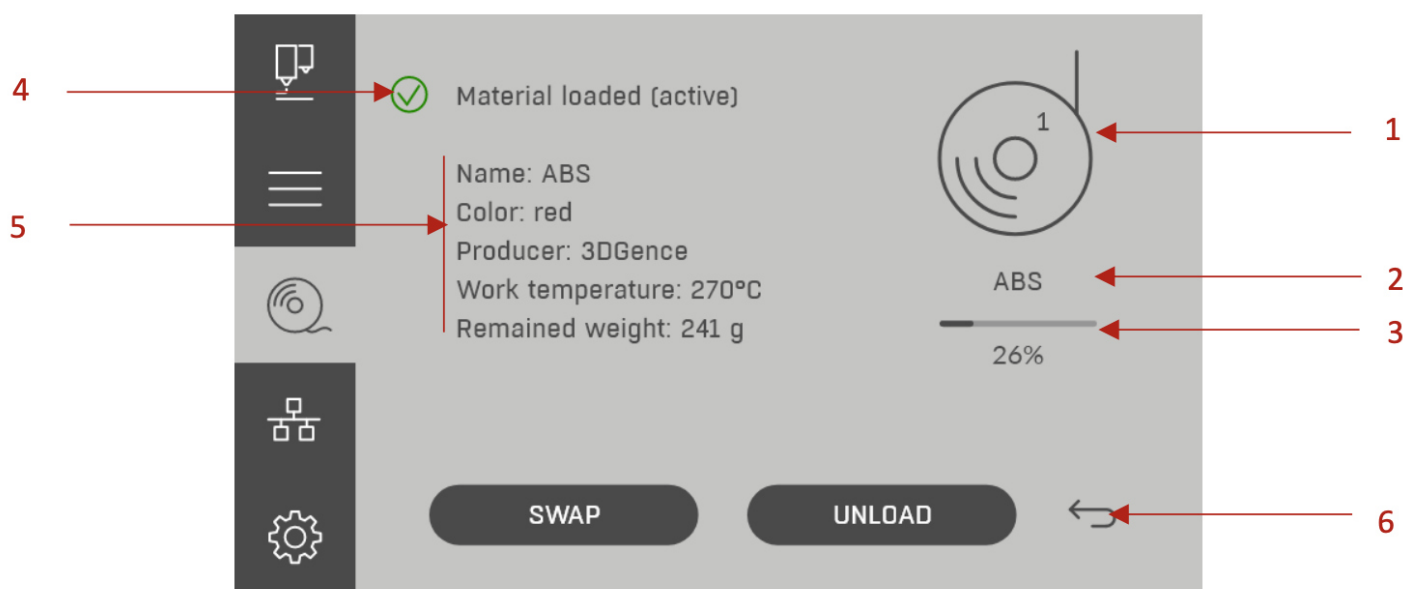

Рис. 37. Экран отсека для основного материала 1
1. Иконка отсека для основного материала 1: используется для доступа к экрану отсека для основного материала 1 (рис. 37).
На Рис. 37 ниже показан экран отсека для модельного материала 1, в который загружен материал с меткой для SMM-системы.